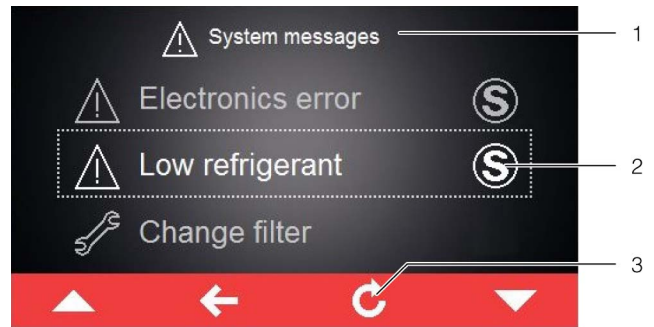

Imagen 34: Pantalla con indicación de fallo
Si se genera una indicación de fallo que no puede ser solucionada por el usuario o que no desaparece por sí sola, aparecerá el símbolo «Servicio» junto a la indicación de fallo, así como en la barra de mando junto al símbolo para indicaciones de sistema (imagen 34, pos. 2).